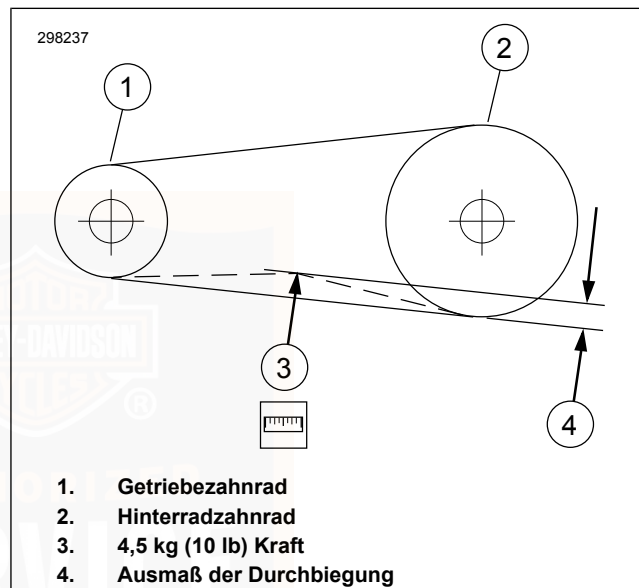

Abbildung 68. Riemendurchbiegung überprüfen
- b. **Alle anderen Modelle:** Siehe Abbildung 68. Bei stillgehaltenem Messgerät Riemendurchbiegung (4) messen.